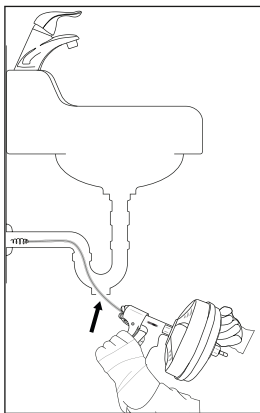

Abb. 1
- ▶ Bereiten Sie das Gerät und den Arbeitsbereich nach diesen Anweisungen vor, um die Verletzungsgefahr durch elektrische Schläge, Feuer, Umkippen des Gerätes, eine verdrehte oder gebrochene Spirale ⑧, Verletzungen durch Chemikalien, Infektionen oder andere Ursachen zu verringern und eine Beschädigung des Gerätes zu vermeiden.
- Bei anderen Waschbecken muss eventuell ein Reinigungsstopfen oder ein Siphon entfernt werden (siehe Abb. 1). Stellen Sie unbedingt einen Behälter unter die Reinigungsöffnung oder unter den Siphon, um auslaufendes Wasser aufzufangen.